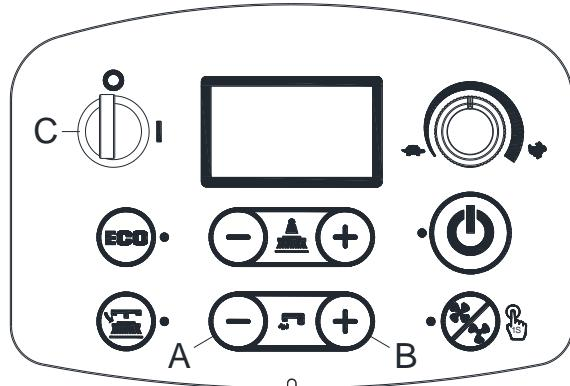
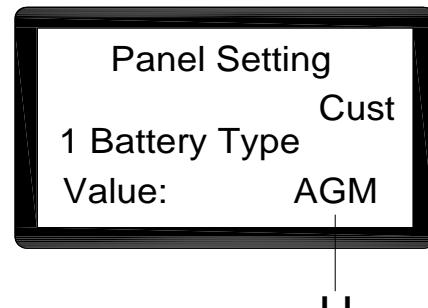

Figure 5
Figure 6
- Presser le bouton de débit d'eau « + » (A, Figure 5) et « - » (B, Figure 5) en même temps.
- Mettre la clé de contact (C, Figure 5) et la tourner sur « I ».
- Plusieurs secondes plus tard, entrer dans l'écran de sélection du mode de batterie (Figure 6)
- Presser le bouton de débit d'eau « - » (A, Figure 5) et « + » (B, Figure 5) pour sélectionner le mode de batterie (H, Figure 6)
- 3 secondes plus tard, « Mise à jour OK » s'affiche ce qui signifie que le réglage est réussi. Mettre le contact pour redémarrer. (C, Figure 5)